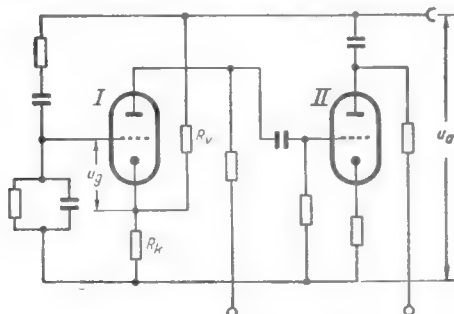
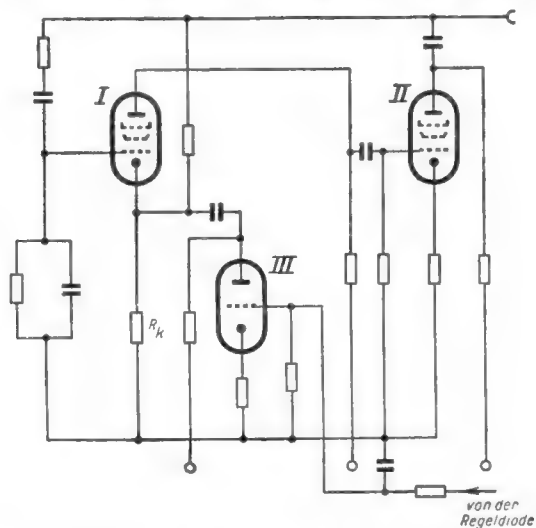

Bild 1. RC-Generator mit Wien-Brücke und Phasenumkehrrohre, Grundschaltung
Bild 6. Amplitudenbegrenzung. Regelung von R_k durch parallel liegenden Röhreninnenwiderstand
1. Die Grundschaltung (Bild 1)
a) Amplitudenbegrenzung durch Kalt- oder Heißleiter (Bild 1 und 2)
Heißleiter: Das sind Widerstände mit negativem Temperaturkoeffizienten. Geeignet sind dafür Urdoxwiderstände. Diese Widerstände sind (s. Bild 1 und 2) an der Stelle von R_v in die Brücke zu legen, denn eine Erhöhung von u_a , also ein Stromanstieg in der Brücke, bedingt eine Widerstandsabnahme von R_v , also eine zusätzliche Erhöhung des durch R_v und R_k fließenden Stromes und damit eine zusätzliche Gegenkopplung an R_k . Die Wirkung ist somit die gleiche wie beim Kaltleiter. Die im Brückennullzweig, zwischen Gitter und Katode, stehende Spannung wird verkleinert.
Wie Bild 6 zeigt, wird parallel zu dem in der Katode liegenden Widerstand R_k der Innenwiderstand einer Röhre (III) gelegt. Während in Schaltung von Bild 1 dieser Widerstand sich automatisch infolge seiner Temperaturabhängigkeit änderte, muß hier der Wert von R_k über den Innenwider-